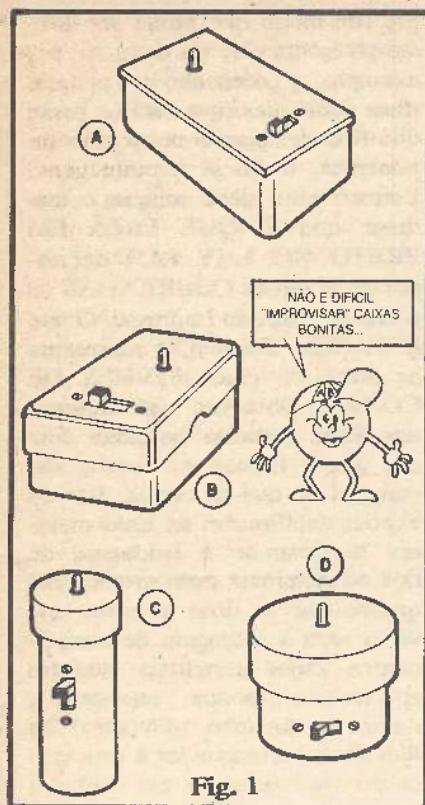
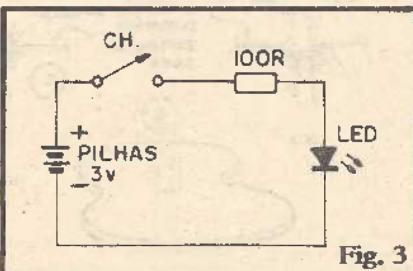

Fig. 1
Fig. 3
- **FIG. 3** - Esquema do circuito a ser implementado. Trata-se, obviamente, de uma "caquinha": um LED, protegido pelo devido resistor/limitador, que acende, energizado por um par de pilhas, ao ser ligado um interruptor simples. Essa absoluta simplicidade tem como motivo facilitar o entendimento "visual" ao Leitor/Aluno que ainda não tem a menor idéia de como é esse "negócio" de Circuito Impresso. Na prática, a técnica vale justamente para os circuitos mais complexos (uma vez que montagens simples, como a esquematizada na fig. 1, podem perfeitamente ser realizadas sob técnicas mais rudimentares...).